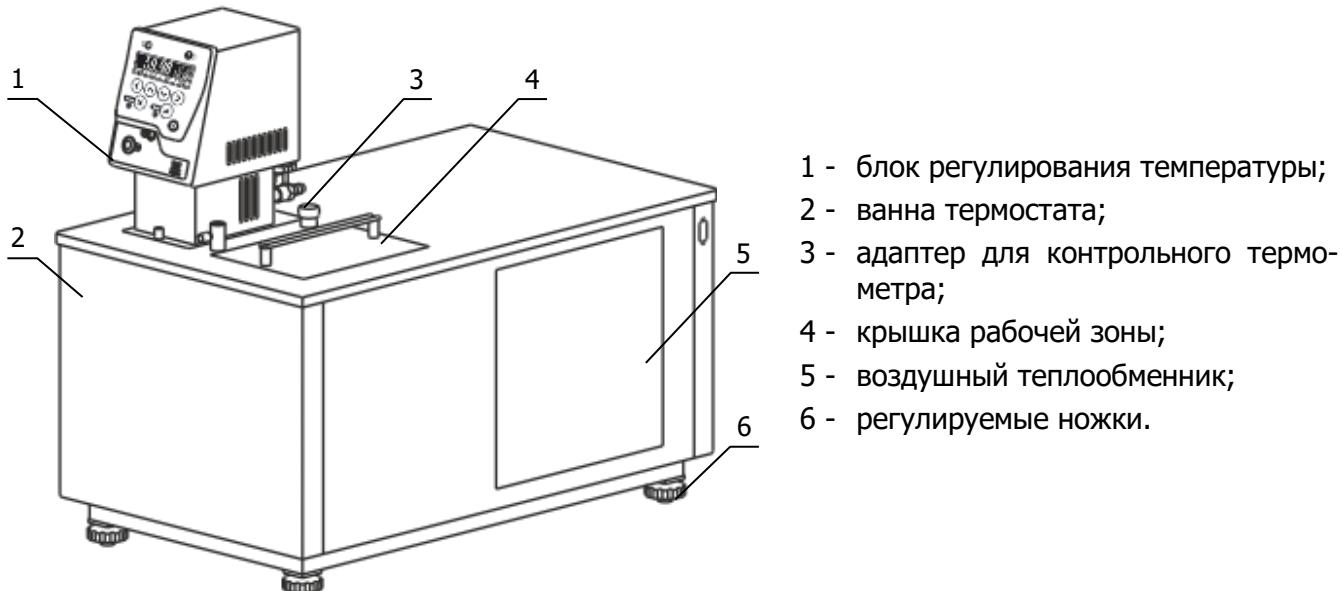

Рисунок 1 — Внешний вид термостата
2.2.2 Установить ванну термостата на горизонтальную поверхность. Добраться горизонтального положения крышки ванны вращением ножек 6 (рисунок 1).
- использовать крышку 3 (рисунок 1), ограничивающую доступ воздуха к поверхности теплоносителя;
- при помощи пылесоса тщательно очистить от пыли черную оребренную поверхность воздушного теплообменника 5 (рисунок 1);